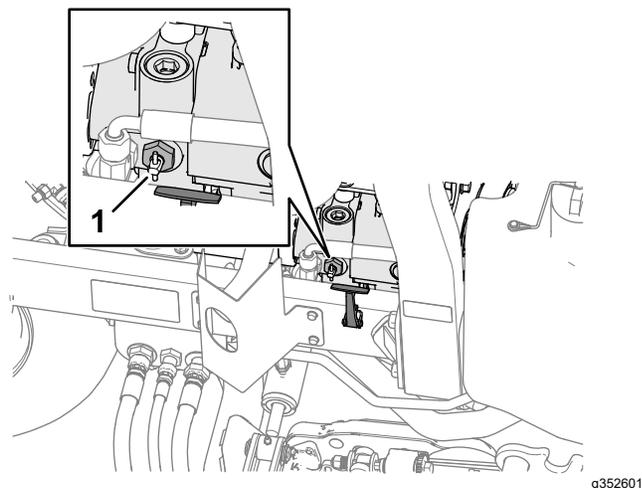

Рисунок 47
2. Поверните на 90° ручку перепускного клапана на насосе (Рисунок 47), расположенного рядом с правой защелкой капота.